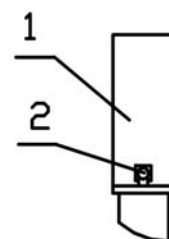

Рис.10.10
10.7.2 Аккуратно уложить кабели в КССТ-1, закрыть крышку 1 (рис. 10.10), закрепить с помощью винтов 2 и опломбировать.